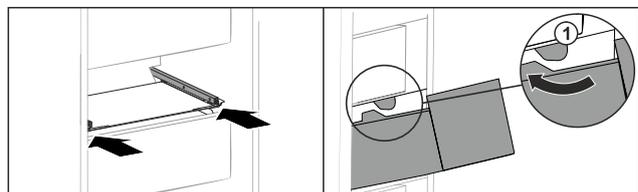

Fig. 100
- Far passare il cassetto intorno ai fermi Fig. 100 (1).